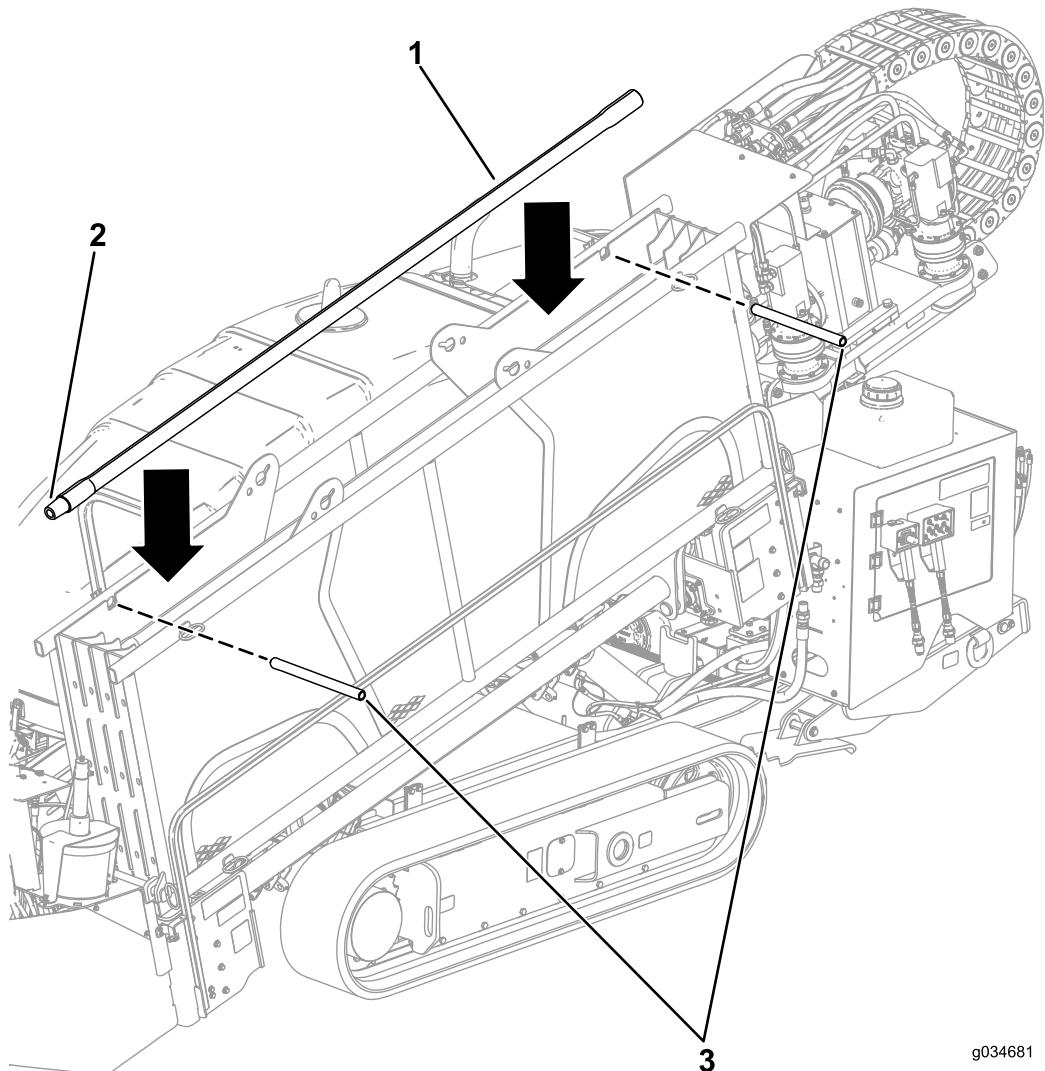

Figura 36
1. Retire los pasadores del portatubos (Figura 36).
2. Introduzca los tubos desde arriba con los extremos de rosca macho hacia la parte delantera de la máquina (Figura 36).